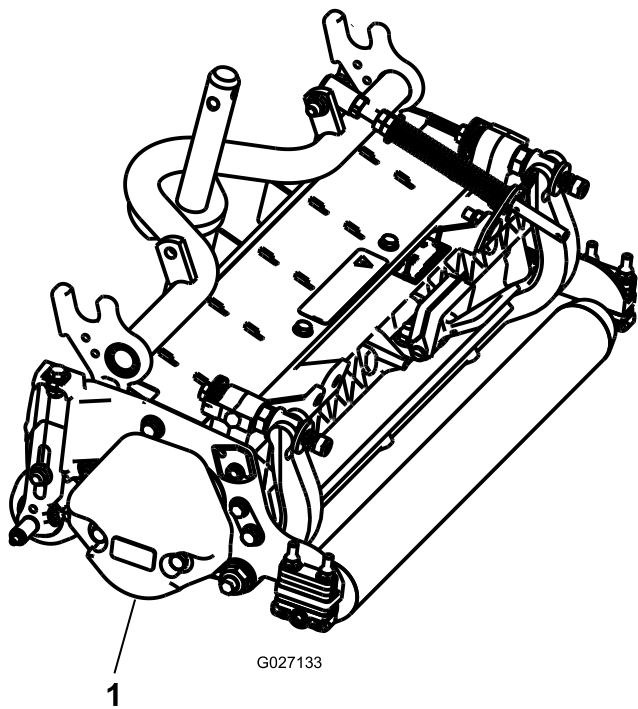

Figure 4
3. Veillez à monter le contrepoids (Figure 4) du bon côté du plateau de coupe, comme expliqué dans les *Instructions d'installation* du kit contrepoids.